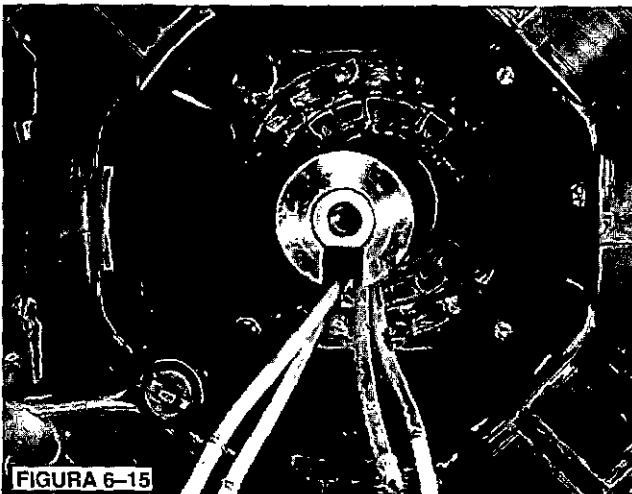

FIGURA 6-15
4. Quite los cuatro tornillos de casquete de montaje. (Ver Figura 6-15)